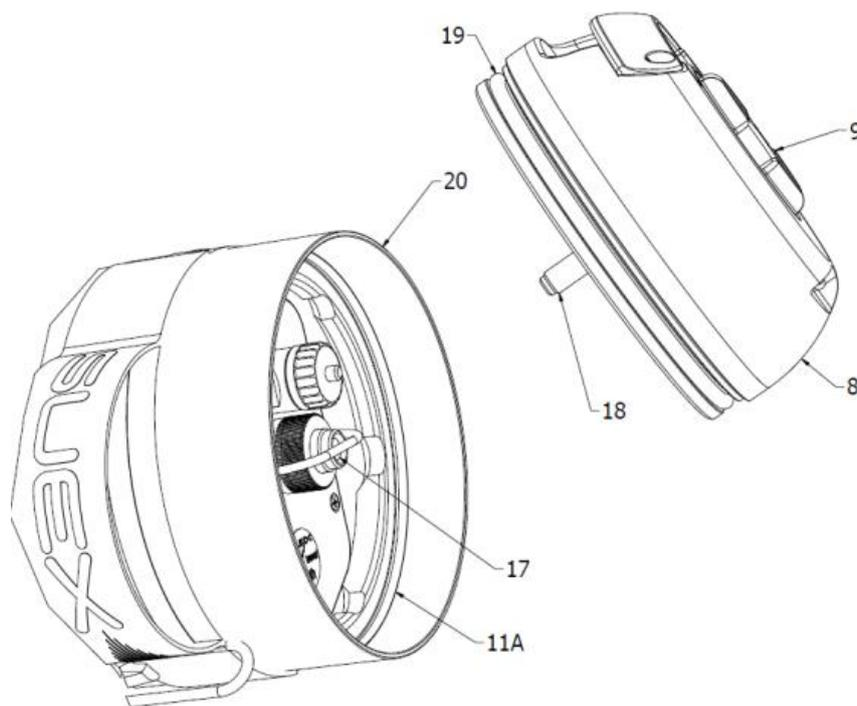

Fig.6
Sempre con lo Scooter in posizione verticale sulla protezione, controllare attentamente che la guarnizione OR di chiusura (19) (fig.6), sia inserita nella propria sede, pulita ed adeguatamente lubrificata con olio di vaselina. Verificare la pulizia anche della sede del corpo (20), eventualmente passare un panno in microfibra pulito per